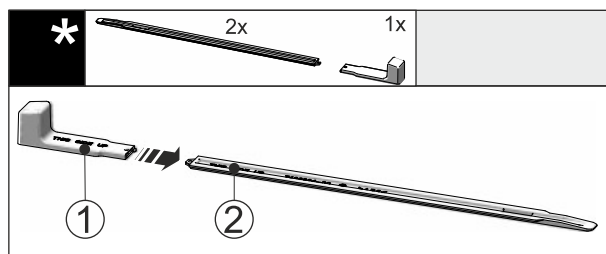

Fig. 54
- Steek de montagegreep Fig. 54 (1) op de nivelleerrail Fig. 54 (2).